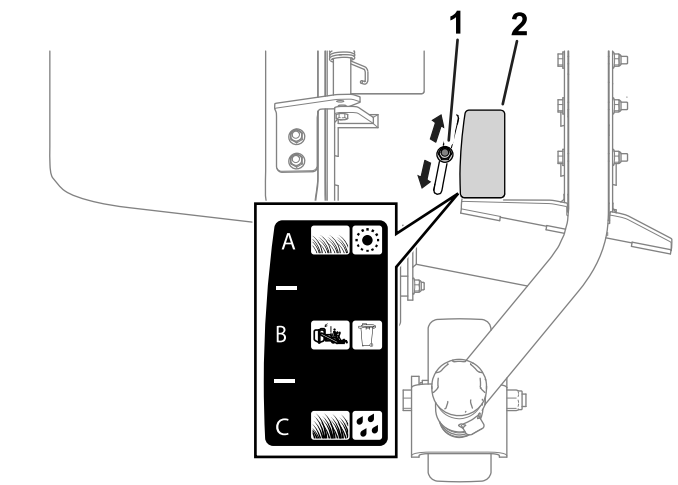

Figura 16
2. Afloje la tuerca (Figura 16).
Consulte las siguientes secciones para obtener una descripción de cada posición del deflector de flujo. Figura 16 ilustra cada posición (es decir, A, B, y C) como se ve en la calcomanía.